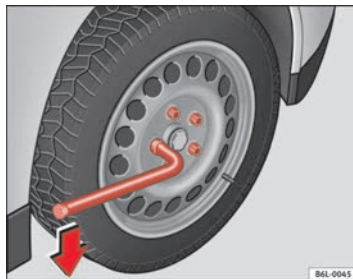

Abb. 126 Radwechsel: Radschrauben lockern
- Greifen Sie das Ende des Radschlüssels und drehen Sie die Schraube etwa eine Umdrehung nach **links** ⇒ Abb. 126.